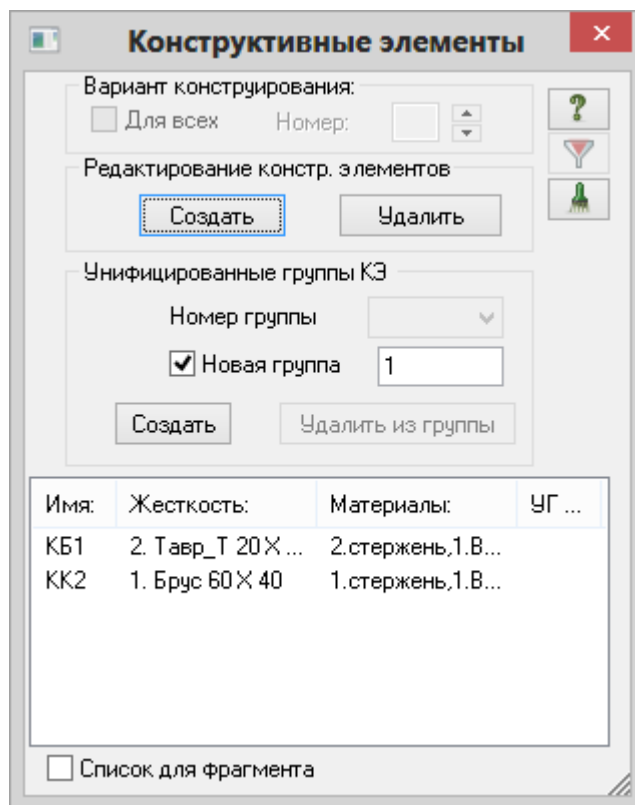

Рис.1.18. Диалоговое окно **Конструктивные элементы**
- Для создания конструктивных элементов вызовите диалоговое окно **Конструктивные элементы** (рис.1.18) щелчком по кнопке  – **Конструктивные элементы** (панель **Конструирование** на вкладке **Расширенное редактирование**).